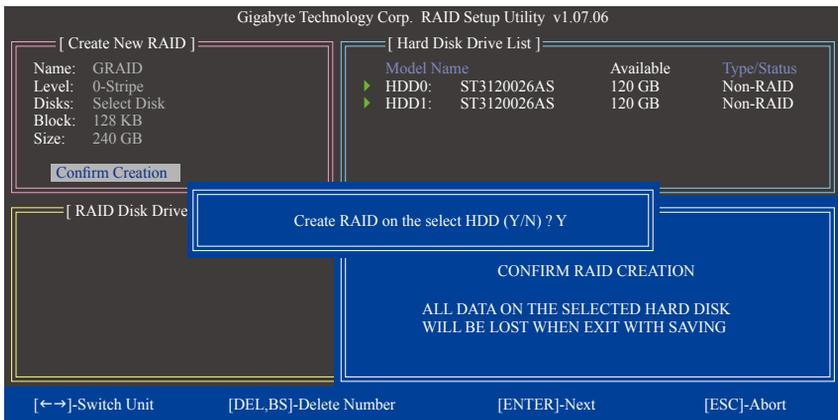

图7
- 确认建立磁盘阵列(Confirm Creation): 完成以上设定后光标将自动跳至「Confirm Creation」项目, 请按<Enter>键, 当确认信息出现时, 确定制作磁盘阵列请按<Y>, 取消请按<N>(图7)。